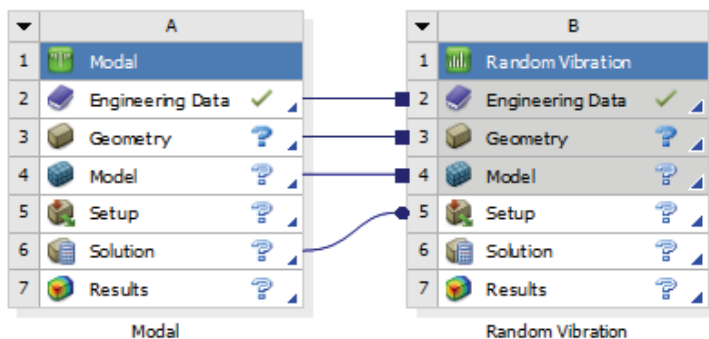

图 13-1 分析项目
3) 在工具箱中的 Analysis System > Random Vibration 上按住鼠标左键拖曳到项目管理区中, 当项目 A 的 Solution 项红色高亮显示时, 放开鼠标创建项目 B, 此时相关联项的数据可共享, 如图 13-1 所示。